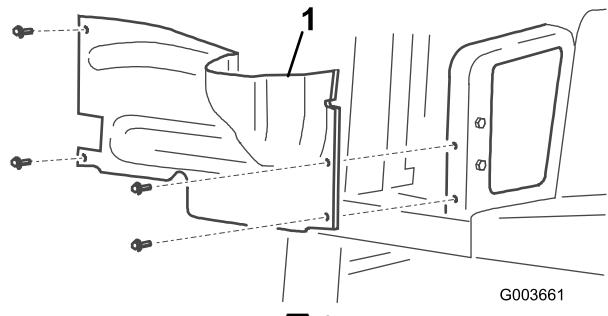

図 2
- 右側ホイール・シュラウドをフレームに固定している4本のボルトを外し、シュラウドを取り外す(図2)。